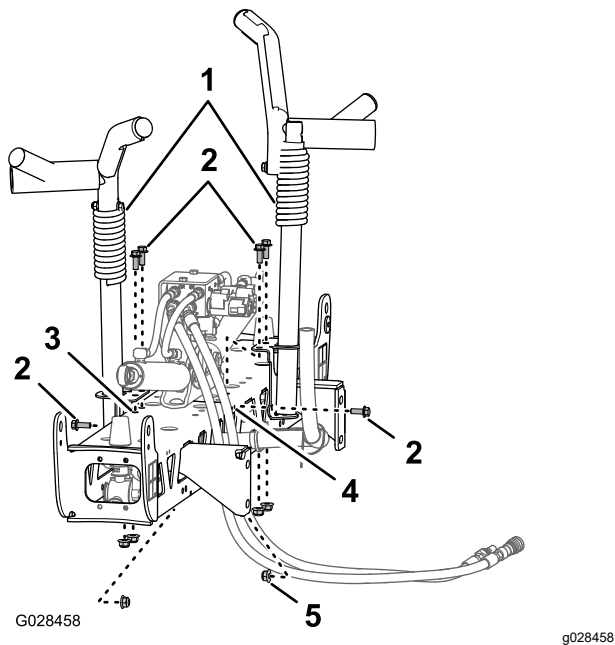
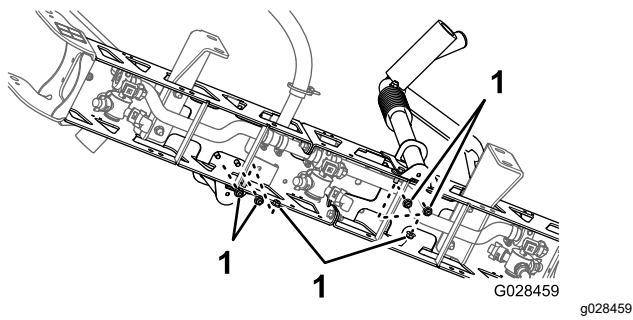

Figura 37
Figura 38
2. Alinhe as cavidades de transporte da rampa com a secção da rampa central (Figura 37).
3. Monte as cavidades na secção da rampa (**Figura 37** e **Figura 38**) com seis parafusos (3/8 pol. x 1 pol.) e seis porcas de bloqueio flangeadas (3/8 pol.).